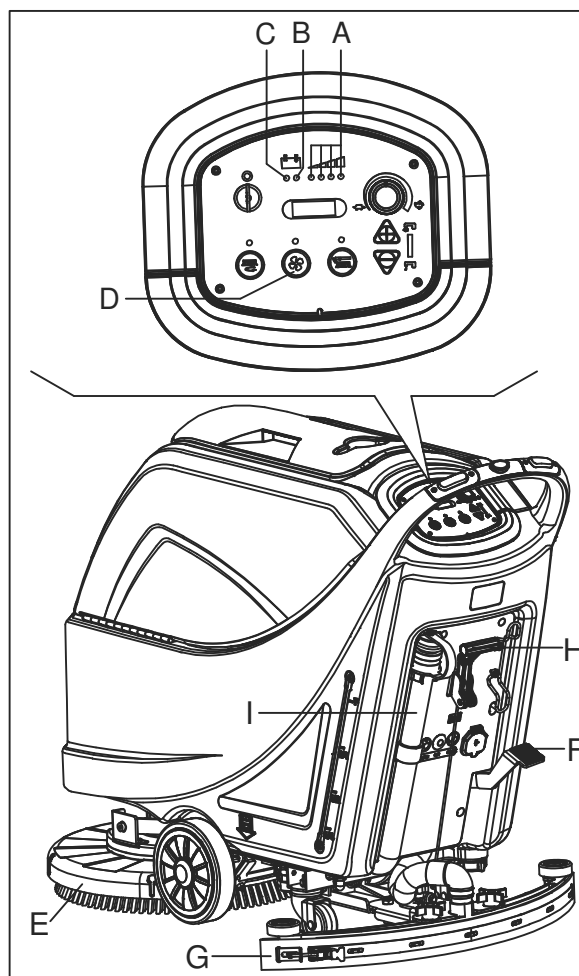

Figure 10
Jusqu'à ce que le témoin lumineux vert (A, Fig. 10) reste allumé, les batteries permettent à la machine de travailler normalement. Lorsque le témoin lumineux vert (A) s'éteint, et le témoin lumineux jaune (B) s'allume, il est conseillé de charger les batteries, parce que la charge restante ne durera que pendant quelques minutes (en fonction des caractéristiques de la batterie et du travail à effectuer). Lorsque le témoin lumineux rouge (C) s'allume, les batteries sont complètement déchargées. Après quelques secondes, la brosse/le support du coussinet est automatiquement éteint, tandis que le système de vide et (uniquement pour les machine à traction) le système d'entraînement restent allumés, pour terminer le séchage du sol et conduire la machine à la zone de recharge nommée.
**Si le système à vide s'éteint accidentellement (par exemple, lorsque le flotteur est activé en raison d'un mouvement soudain de la machine), pour reprendre l'opération: désactiver le système à vide en appuyant sur le commutateur (D, Fig. 10), puis retirer le couvercle (C, Fig. 11) et vérifier que le flotteur à l'intérieur de la grille (A) a baissé jusqu'au niveau de l'eau. Ensuite, remettre le couvercle (C) et mettre le système à vide en appuyant sur le commutateur (D, Fig. 10).**
2. Soulever la plate-forme de la brosse/du support du coussinet (E, Fig. 10) en appuyant sur la pédale (F).
3. Soulever la raclette (G) avec le levier (H).